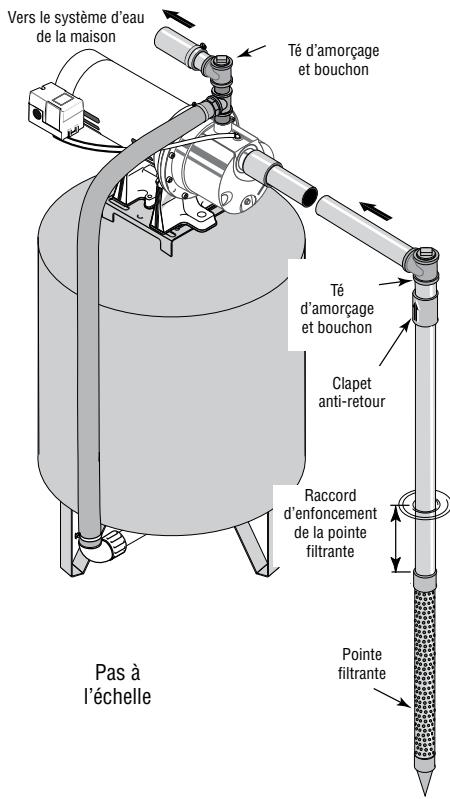

Figure 1 : Installation avec une pointe filtrante
Installation de la pointe filtrante (Figure 1)
- 3 ° Utiliser le moins possible de raccords (en particulier des coudes) lorsque l'on branche la tuyauterie de la pointe filtrante sur l'orifice d'aspiration de la pompe. Le diamètre du tuyau d'aspiration doit être au moins aussi grand que le diamètre de l'orifice d'aspiration de la pompe (y compris le clapet anti-retour si la pompe n'en comporte pas un - voir la Figure 1). Supporter le tuyau de façon qu'il ne soit pas cintré afin qu'il n'exerce pas de contraintes sur le corps de la pompe; de plus, il doit être légèrement incliné vers le haut, du puits jusqu'à la pompe (les points hauts risquent de causer des poches et des bouchons d'air dans la pompe). Rendre étanches les raccords du tuyau d'aspiration avec du ruban d'étanchéité en PTFE pour filetage ou une pâte pour raccords filetés à base de PTFE. Les raccords doivent être étanches à l'air et à l'eau. Si le tuyau d'aspiration aspire de l'air, la pompe ne pompera pas l'eau du puits. Si une pointe filtrante ne fournit pas suffisamment d'eau, considérer brancher deux ou trois pointes filtrantes sur un même tuyau d'aspiration.